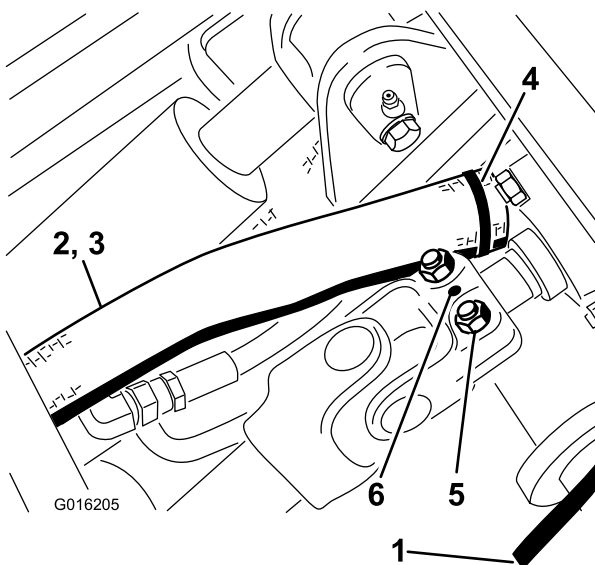

Figura 73
4. Retire o pino de segurança e desaperte os dois parafusos que prendem o veio propulsor ao eixo da caixa de velocidades (Figura 73). Faça deslizar o veio propulsor do eixo da caixa de velocidades.